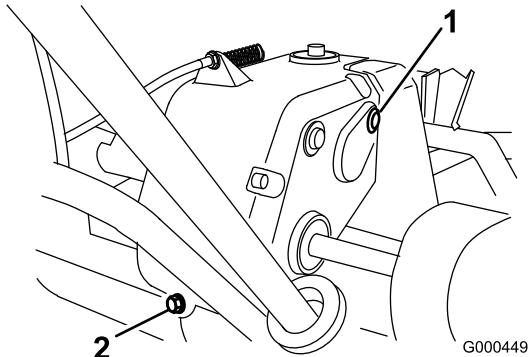

Figura 31
2. Retire el tapón de vaciado de la parte trasera de la transmisión (Figura 31).
3. Empuje el manillar hacia abajo e incline la máquina hacia atrás. Retire el tapón de verificación/llenado del lado derecho de la transmisión (Figura 31).